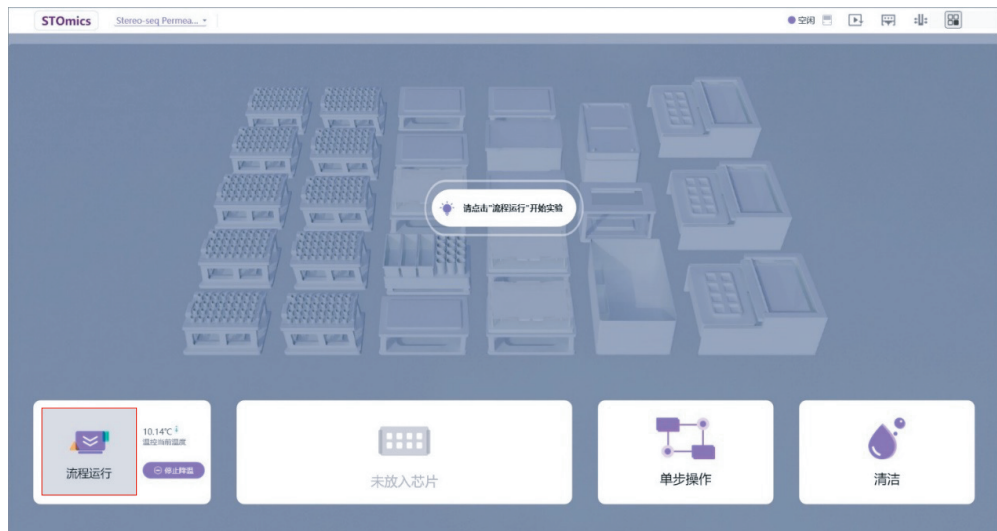

图 2-10 芯片容器放置示意图
(2) 芯片放置
(3) 程序信息录入
- a. 流程运行：点击页面左下方的“流程运行”，将进入实验信息填写界面，如图 2-10 的红框所示；